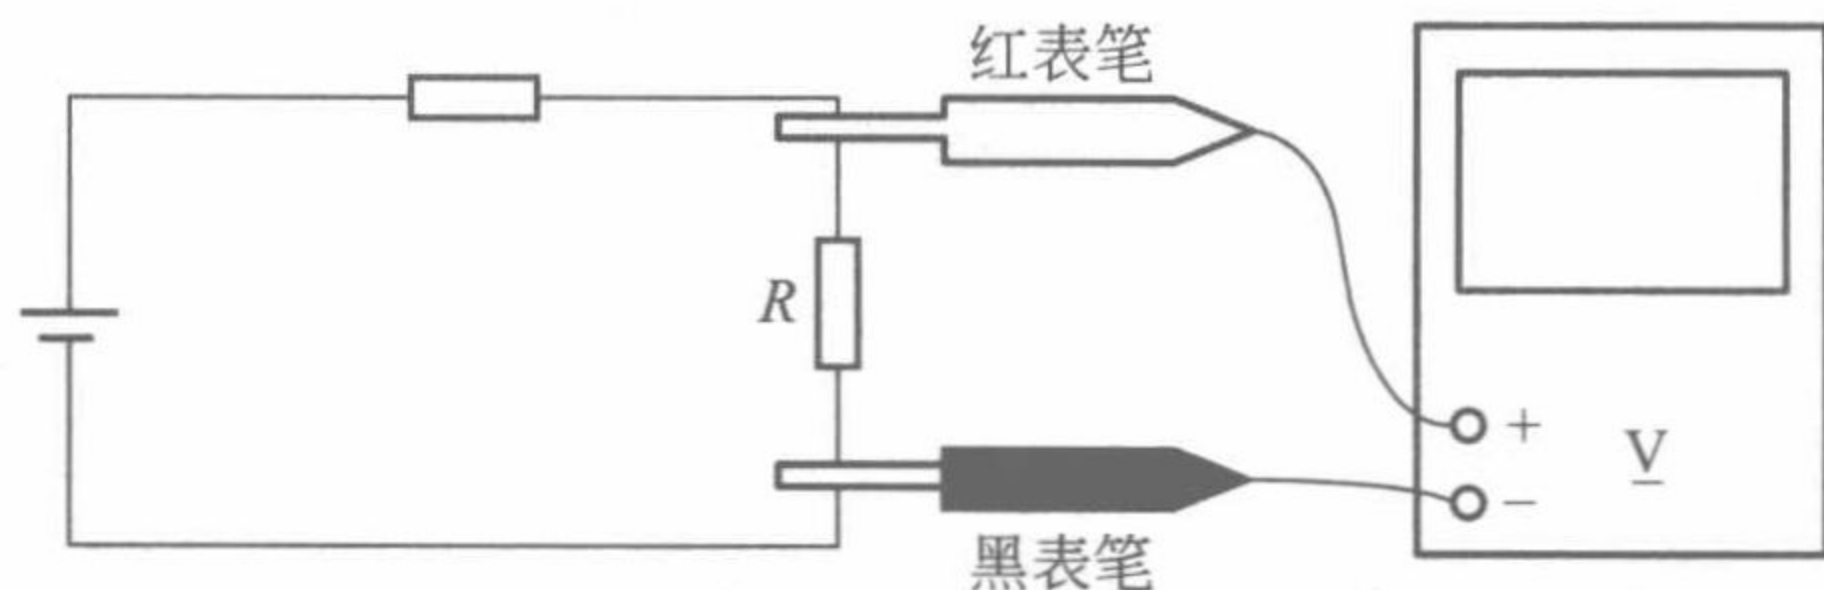

图 1-6 直流电压的测量
(1) 测量直流电压的方法
① 转换开关旋至“V”挡位，正确选择量程，所选量程应大于被测电压，若不知被测电压大小时，则应先以最大量程试测，然后逐次旋至适当量程上（使指针接近满刻度或大于2/3满刻度为宜）。
② 如图1-6所示，万用表并接于被测电路，且注意极性不可接反，即红表笔接高电位端，黑表笔接低电位端。
③ 根据指针在标有“-”或“DC”符号的刻度线上的位置及所选量程，正确读数。